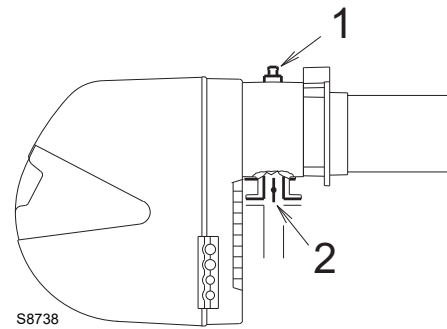

Fig. 24
Presión de gas medida en la toma 1)(Fig. 24), con:
Pérdida de carga en válvula de mariposa del gas 2)(Fig. 24) con apertura máxima: 90°.
- restar a la presión del gas en la toma 1)(Fig. 24) la presión de la cámara de combustión.
Presión de gas en la toma 1)(Fig. 24) = 9,4 mbar
En cambio, para conocer la presión de gas necesaria en la toma 1)(Fig. 24), una vez fijada la potencia en la cual se desea que funcione el quemador con la máxima potencia:
- Leer a la derecha, en la columna 1, la presión en la toma 1)(Fig. 24).
presión necesaria en la toma 1)(Fig. 24).